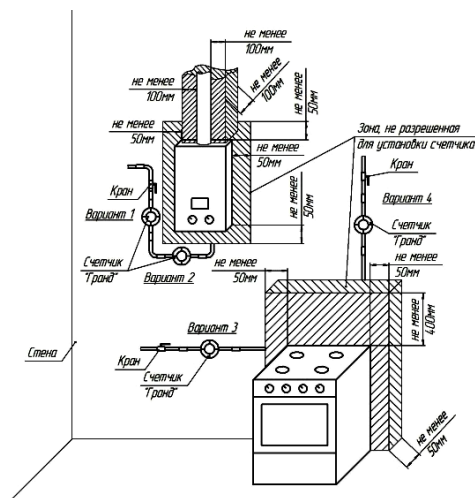

Рисунок 2
5.4.1 Установить счетчик на вертикальном или горизонтальном участке газопровода (рисунок 2).